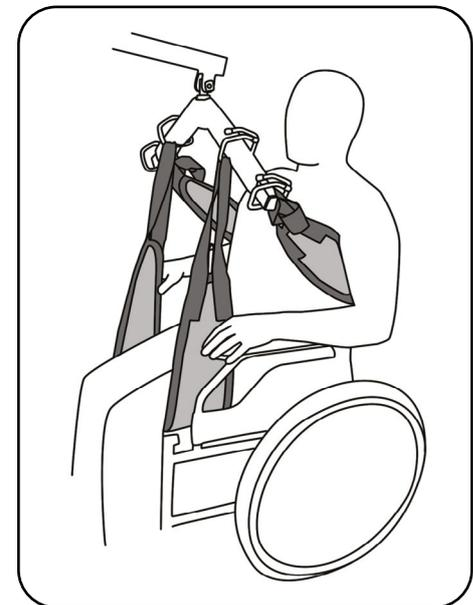

Abb. 8.2.05 – Liftergurt an Transportbügel befestigen
8. Hängen Sie die Beinschlaufen (Abb. 8.2.05) parallel, entsprechend dem Kapitel Vorbereitung Abschnitt **Transportbügel der aks-Patientenlifter**, an die Haken des Transportbügels. Achten Sie dabei auf die gleiche Einhängenposition. Diese erkennen Sie an der farblichen Kennzeichnung der Schlaufen (siehe Kapitel Vorbereitung Abschnitt **Gurtschlaufen**).
9. Hängen Sie die Schulterschlaufen (Abb. 8.2.05), entsprechend dem Kapitel Vorbereitung Abschnitt **Transportbügel der aks-Patientenlifter**, an die Haken des Transportbügels. Achten Sie auch hier auf die gleiche Einhängenposition der Schlaufen. Diese erkennen Sie an der farblichen Kennzeichnung der Schlaufen (siehe Kapitel Vorbereitung Abschnitt **Gurtschlaufen**).